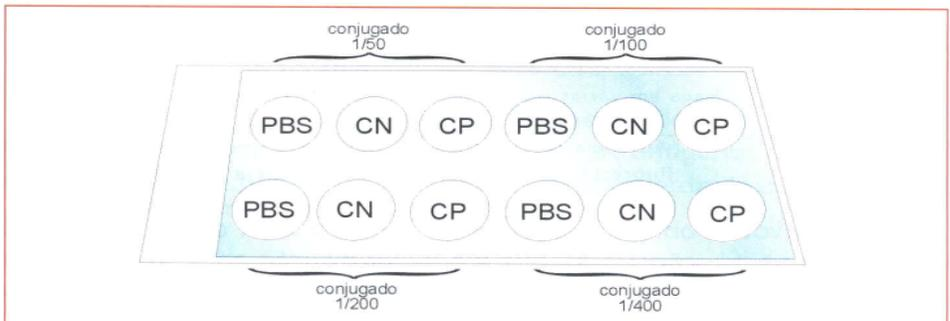

Figura 11 - Lâmina com o PBS e soro positivo e negativo já diluídos para a titulação do conjugado
13. pipete 10 µl de cada diluição do conjugado nas demarcações correspondentes da lâmina. Confira na Figura 11.